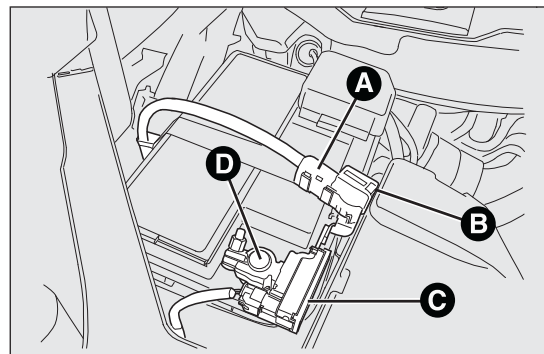

fig. 147
- débrancher le connecteur A fig. 147 (en appuyant sur le bouton B) du capteur C de contrôle de l'état de charge de la batterie, installé sur le pôle négatif D de cette dernière ;